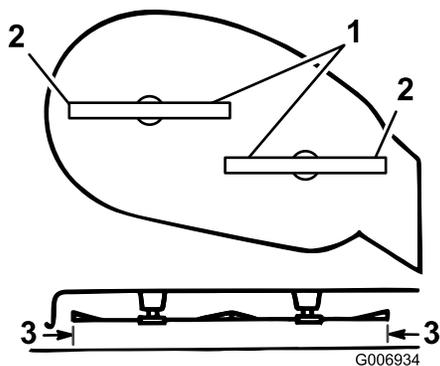

Figure 39
- Tournez prudemment les lames pour qu'elles soient parallèles dans le sens transversal (Figure 39).
- Mesurez la distance entre les tranchants extérieurs et le sol plat (Figure 39). Si les deux mesures diffèrent de plus de 5 mm, réglez les lames et poursuivez cette procédure.